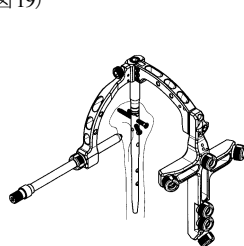

図18
- 19) A/P 方向のスクリューを挿入する場合は、AP ガイドを TD アームに取り付け、4.5 キャンセラススクリューを挿入します。（図18）